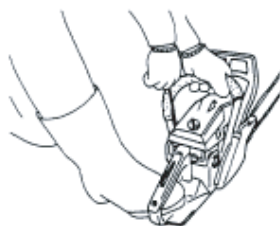

Fig. 11
5. Tirez de nouveau vivement sur la poignée du lanceur à retour automatique de la manière indiquée précédemment. (Fig. 11)